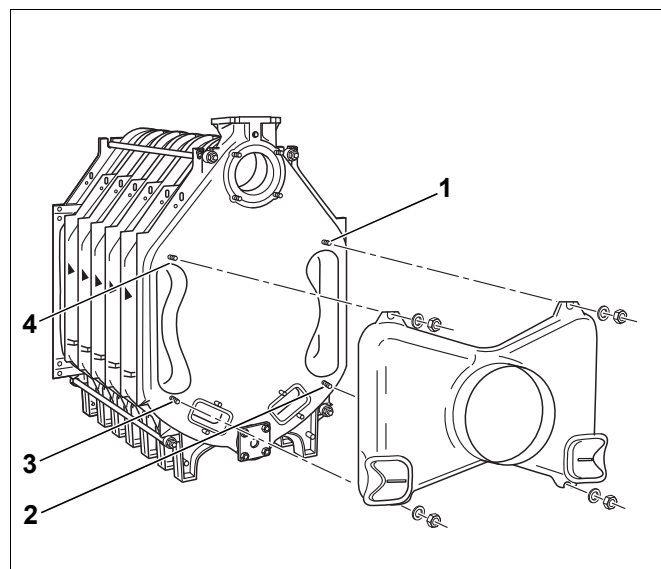

Рис. 29 Монтаж коллектора дымовых газов
- ▶ Наденьте сборный коллектор дымовых газов на четыре шпильки на задней секции котла (рис. 29, [1] - [4]), установите шайбы и закрепите гайками.